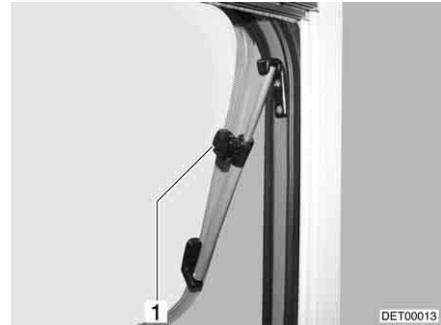

Bild 97 Dachhaube mit Dreh-Ausstellern, geöffnet
- Dachhaube bis zur gewünschten Stellung öffnen und mit Rändelknopf (Bild 97,1) feststellen.
- Rändelknopf (Bild 97,1) drehen, bis Arretierung freigegeben wird.